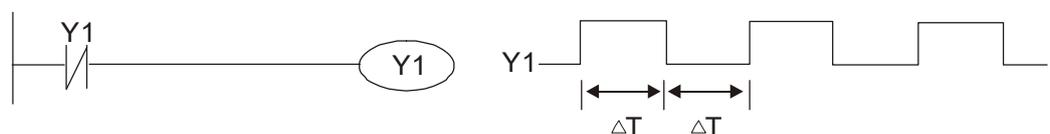

图 16-43
下图 16-43 为一个很简单的阶梯图形。当开始扫描 Y1 常闭接点时，由于 Y1 线圈为失电状态，所以 Y1 常闭接点闭合，接着扫描 Y1 线圈时，使之受电，输出为 1。下次扫描周期再扫描 Y1 常闭接点时，由于 Y1 线圈受电，所以 Y1 常闭接点打开，进而使线圈 Y1 失电，输出为 0。重复扫描的结果，Y1 线圈上输出了周期为 ΔT (ON) + ΔT (OFF) 的振荡波形。